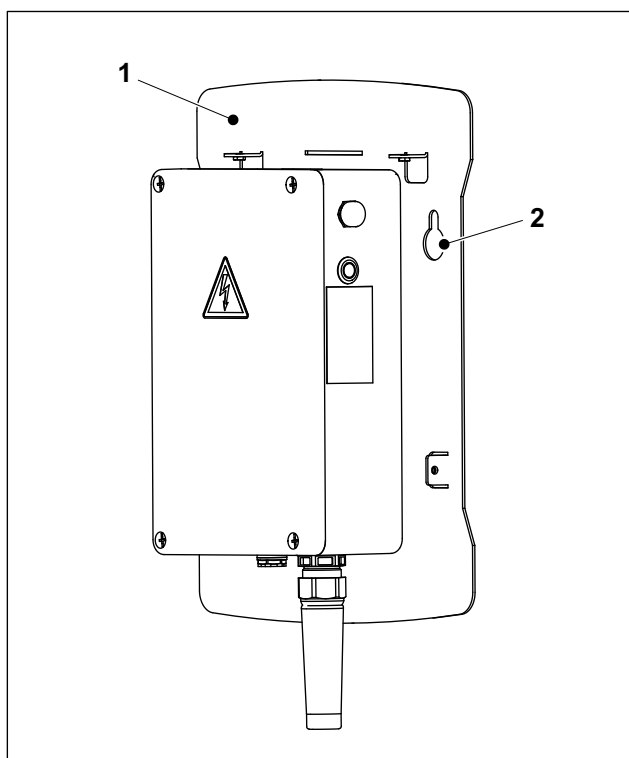
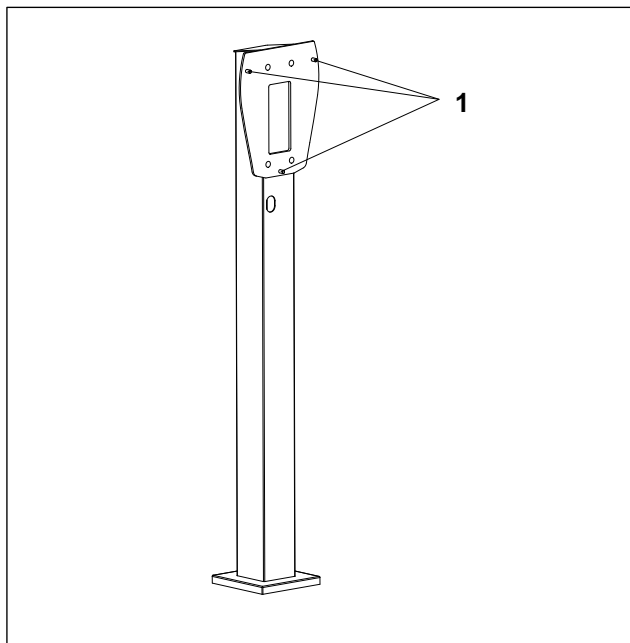

Fig. 2 Wallbox basicEVO, plaque de fixation
Fig. 3 Borne à trois trous de fixation
4. Accrocher la plaque de fixation (fig. 2/1) de la Wallbox aux deux vis de fixation (trous oblongs fig. 2/2).
1. Accrocher la plaque de fixation (fig. 2/1) de la Wallbox aux trois goujons (fig. 3/1).
2. Visser les trois écrous (jeu de pièces détachées de la borne) sur les goujons (fig. 3/1) et les serrer (à environ 12 Nm).